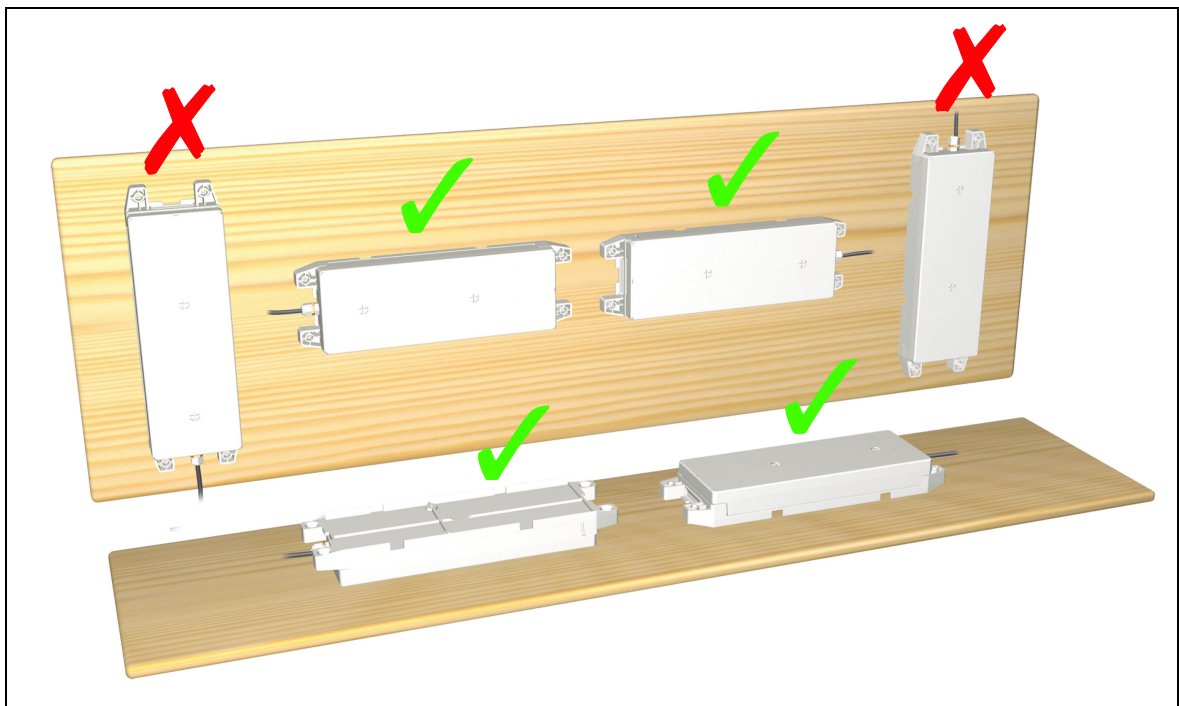

Abbildung 11 Erlaubte und verbotene Ladepositionen des AG300
<p>Beachten Sie bei der Montage des AG300 folgende Hinweise:</p> <ul style="list-style-type: none"> • Laden Sie den AG300 vor der ersten Benutzung vollständig über mindestens 24 Stunden auf. Die eingebauten Akkus entfalten erst nach 5 bis 10 Lade- und Entladezyklen ihre volle Kapazität. • Beim Laden dürfen die Belüftungsschlitze des AG300 nicht abgedeckt werden. • Montieren Sie den AG300 so, dass der AG300 nicht auf der Oberseite liegt und die Anschlussleitung nicht nach unten zeigt. Nur dann darf der AG300 geladen werden, siehe die erlaubten Ladepositionen in Abbildung 11). • Für eine optimale Lebensdauer des AG300 sollte der AG300 nach dem Ladevorgang etwa 1 Stunde vor der Benutzung ruhen.
- Laden Sie den AG300 nur in einer erlaubten Ladeposition (siehe Abbildung 11).
<p>Laden Sie den AG300 mit Antrieben / Steuerungen von DewertOkin auf oder mit der DewertOkin-Ladestation, denn diese weisen eine geprüfte Gerätekombination auf.</p> <p>Beachten Sie beim Aufladen folgende Hinweise:</p> <ul style="list-style-type: none"> • Laden Sie den AG300 vor der ersten Benutzung vollständig über mindestens 24 Stunden auf. Die eingebauten Akkus entfalten erst nach 5 bis 10 Lade- und Entladezyklen ihre volle Kapazität. • Beachten Sie beim Ladevorgang folgende Ladepositionen: siehe Abbildung 11. • Für eine optimale Lebensdauer des AG300 sollte der AG300 nach dem Ladevorgang etwa 1 Stunde vor der Benutzung ruhen.